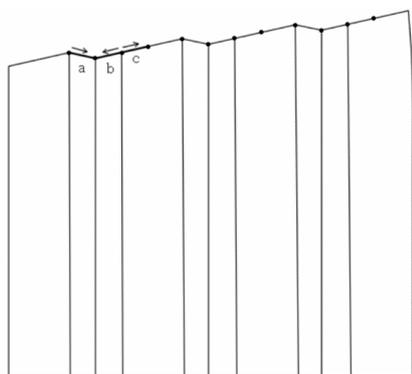

图 5-1-12 褶的缝合设置
(1) 鼠标单击系统界面右下角“3D/2D”，同时显示 3D 和 2D 视窗，根据需要随时调整 2D 视窗与 3D 视窗大小关系，方便随时查看缝合状态。
(2) 选择 2D 视窗工具栏中“ (线缝纫)”工具，对每个褶进行缝合设置，缝合设置方法如图 5-1-12 所示，即每个褶所涉及的三段缝合线缝合设置为：a 与